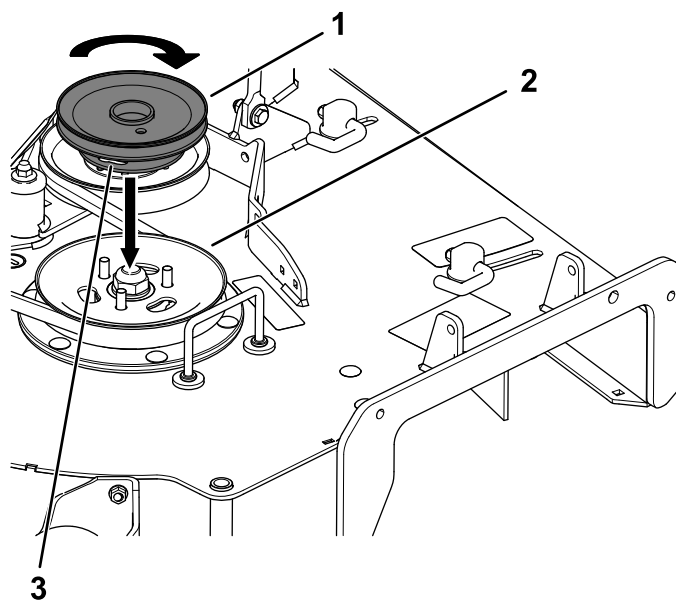

Figura 5
2. Alinee la polea nueva con los orificios encima de los espárragos de la polea (Figura 5).